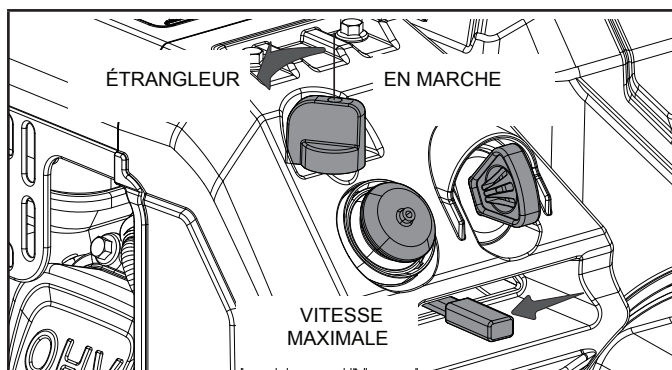

Figure 17
3. Pour démarrer un moteur froid : (fig. 17).